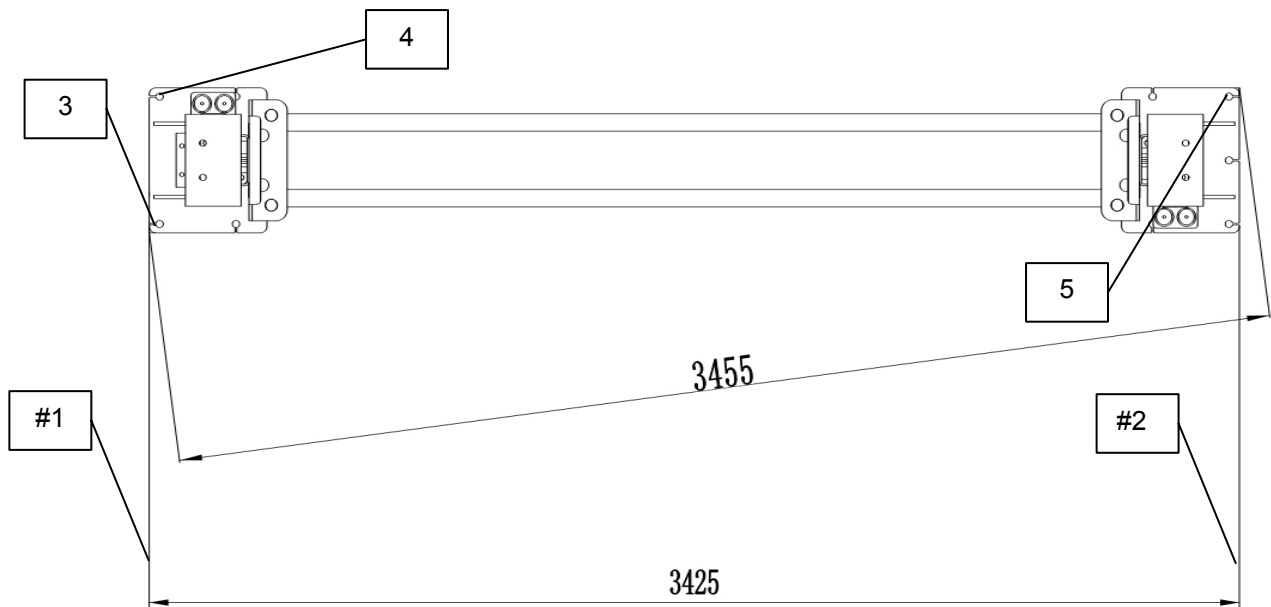

Рис. 4
Прочертите мелом на бетонном основании две параллельные линии (#1 и #2, Рис. 4) так, чтобы расстояние между ними было равно указанному на чертеже (с точностью 3 мм). Выберите положение стойки на меловой линии и отметьте мелом это место. Отметьте точки 3 и 4. От точки 3 проведите **диагональную линию** так, чтобы при пересечении с линией #2 ее длина равнялась 3455 мм. Таким образом, вы установите точное положение обеих стоек.
1. Соедините и соберите стойку, поднимите и поместите стойку в правильное положение. Отрегулируйте положение опорной плиты стойки на меловой линии согласно чертежу. Наметьте точки сверления, используя отверстия в опорной плите стойки, просверлите отверстия в бетонном основании, и, используя 5 анкерных болтов, зафиксируйте стойку по месту. В процессе сверления отверстий не перемещайте стойку от меловой линии, см. рис.4.